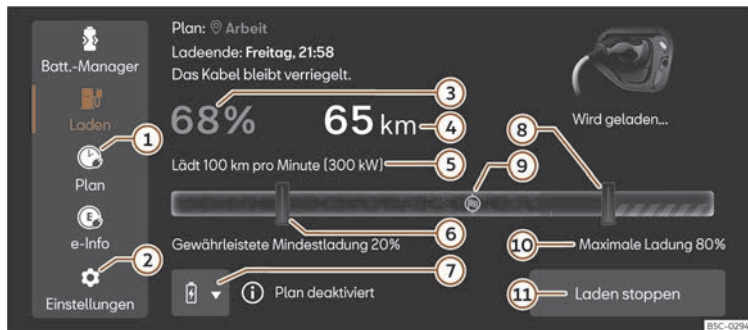

Abb. 66 Im Infotainment-System: Hauptmenü Laden.
2. Drücken Sie die Taste  **2** >>> (Abb. 66).